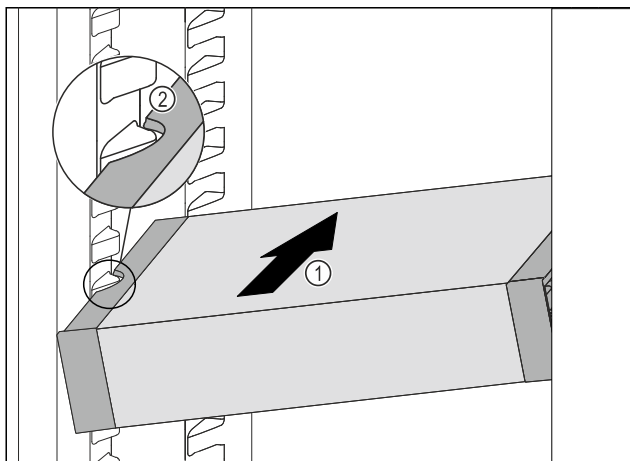

Fig. 101
- ▶ Predal VarioSafe potiskajte poševno v hladilnik Fig. 101 (1), dokler stranska izreza Fig. 101 (2) predala VarioSafe nista na višini nastavka za posodo v hladilniku.